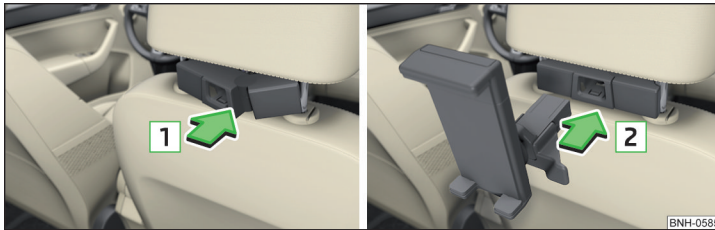

Abb. 101 Einsetzen: Adapter / Halter
- Zum **Einsetzen** den geöffneten Adapter an die Führungsstangen der Kopfstütze vorn ansetzen und in Pfeilrichtung **1** einclipen » Abb. 101 » !.